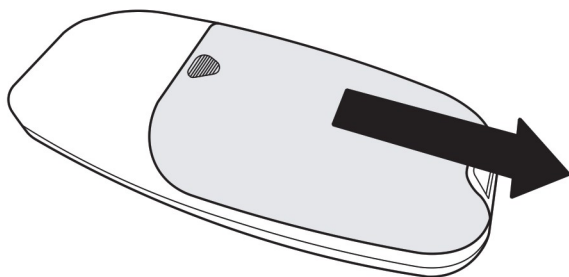

Fig. 15
Pour finaliser l'installation électrique, fixez le câble de données (4) entre les ports appropriés (Fig.15.DAT) dans les unités de contrôle électronique (2). Assurez-vous qu'il est bien en place.